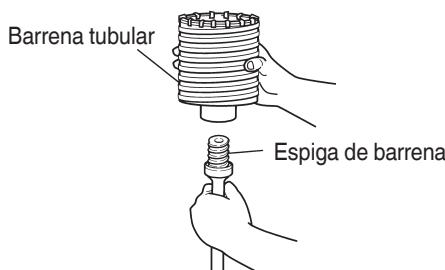

Fig. 17
- (1) Montar la barrena tubular en su espiga. (Fig. 17) Lubricar la rosca de la espiga de la barrena tubular para facilitar el desmontaje.